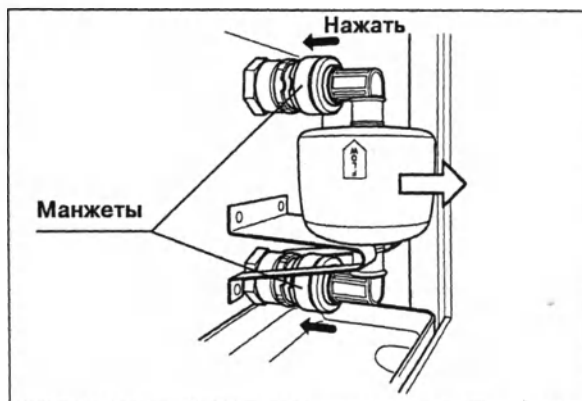

Рис. 4.24
2. При наличии старого воздушного фильтра нажмите на манжеты двух коннекторов выше и ниже фильтра для его отсоединения (см. рис. 4.24).